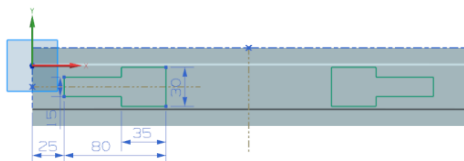

图 11-132 绘制草图
(3) 进入草图设计环境，绘制如图 11-132 所示的裁剪轮廓线。单击“完成”按钮，退出草图绘制环境。